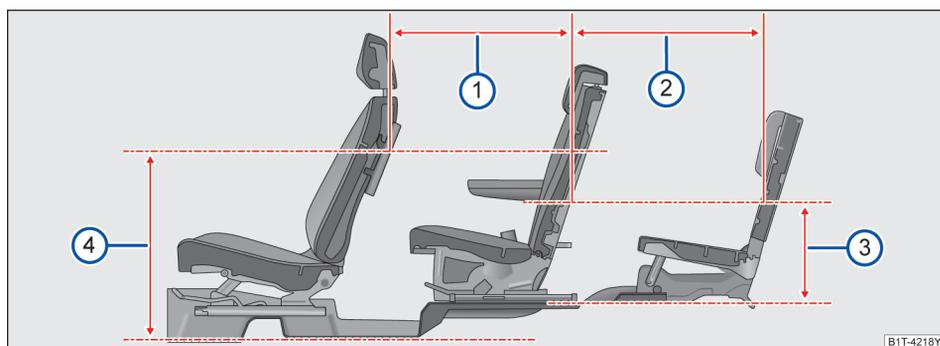

图 99 座间距
当前排座椅前后位置：座椅最后往前滑动 124mm，高度及靠背角都处于设计位置；第二排与第三排座椅位于设计位置时，在距离地板位置 682mm 处→图 99④，第一排及第二排座椅座间
距为 700mm→图 99①；在距离第二排座椅下方地板 390mm 处→图 99③，第二排及第三排座椅座间距为 708mm→图 99②。